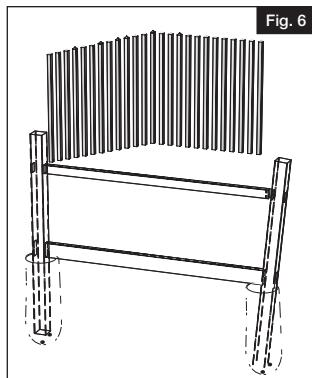

Fig. 6
- b. Empezando por el lado izquierdo, inserte las estacas o tablones hacia abajo a través del travesaño superior. Finalice encajando los estacas o tablones en el travesaño inferior (Fig. 6).